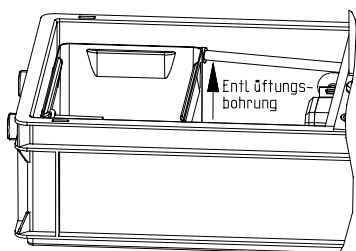

Abb. H-1: Entlüftungsbohrung reinigen
- Verteilerstrecke mit Entlüftungsbohrung (siehe Abb. H-1) reinigen.